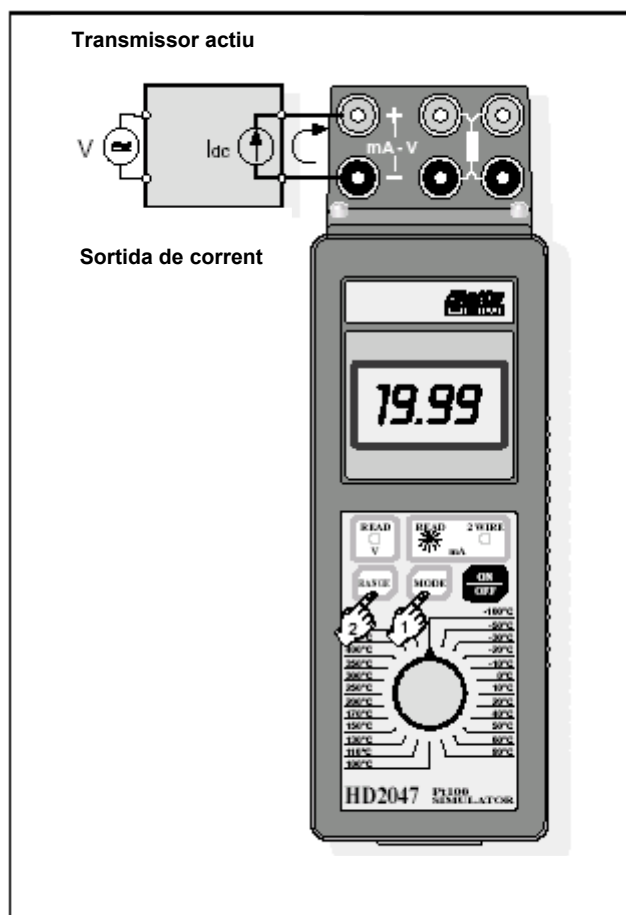

Figura 2 . Mesura de corrent continu
Procediment (vegeu figura 2)
- Connectar els cables als borns com s'indica a la figura 2, mantenint la polaritat correcta, perquè es pugui mesurar el corrent ha d'entrar pel born +